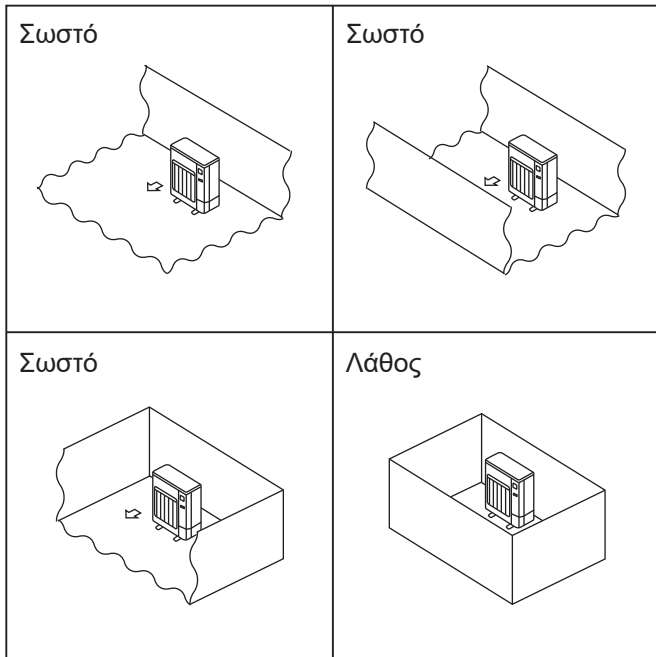

Fig. 2-2
- Ⓞ Εγκαταστήστε τις εξωτερικές μονάδες σε χώρους όπου τουλάχιστον μία από τις τέσσερις πλευρές είναι ανοικτή και σε επαρκώς μεγάλους χώρους χωρίς συμπίεσις. (Fig. 2-2)